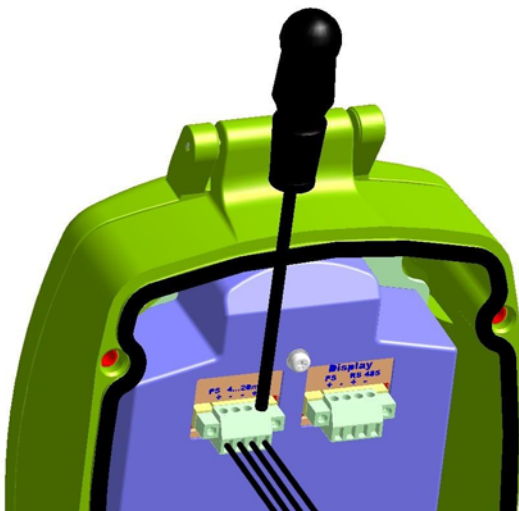

Рисунок 29 Подключение кабеля к клеммному блоку
5. При помощи отвёртки ослабьте винты соответствующего клеммного блока, расположенного с обратной стороны электронного блока (см. Рисунок 29).